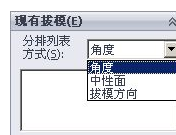

图 5-28 【分排列表方式】选项
- 【分排列表方式】：按照角度、中性面或者拔模方向过滤所有拔模，其选项如图 5-28 所示，可以根据